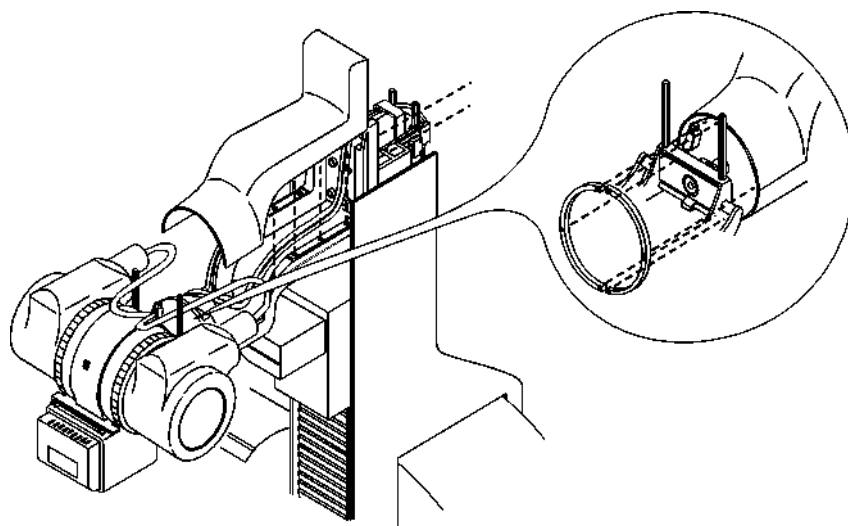
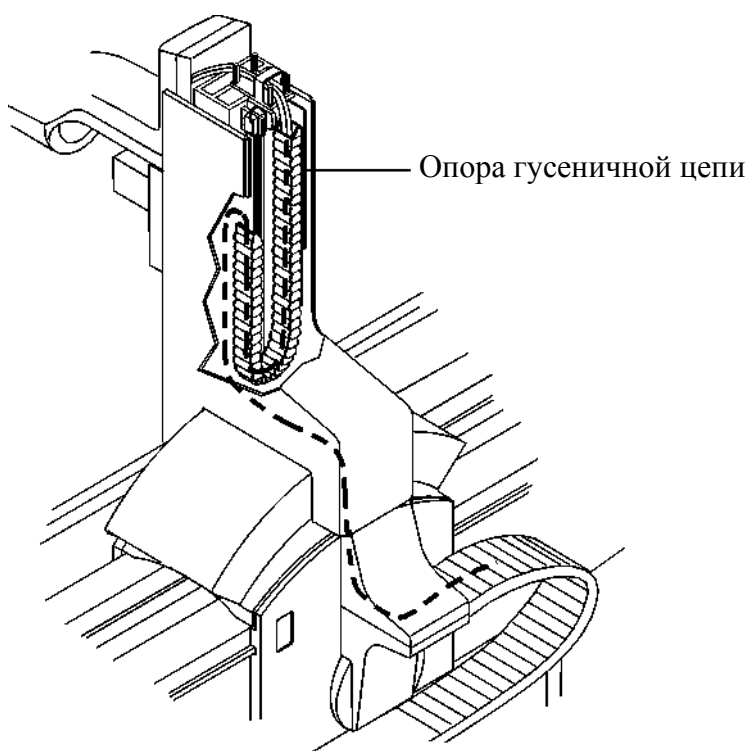

Рис.3-19.
Рис.3-20
5. Как только размещение кабелей внутри кронштейна рентген трубки завершено и проверено его функционирование при вращении рентгеновской трубки, переходите к монтажированию верхнего кожуха кронштейна (Рис.3-19 - 4 винта заранее установлены на штативе + 8 винтов на кронштейне). Для завершения этой операции необходимо включить команду с панели управления ЭСУ - для увеличения расстояния - фокус/приёмник, убрать справа гусеничную цепь и ее опору (Рис.3-20) получая доступ к фиксирующим винтам на колонне.
6. Скрепите верхний кожух кронштейна трубки с самим кронштейном двумя передними полукольцами (Рис.3-19).
8. Закройте и установите обратно гусеничную цепь на ее опоры, а затем на колонну, кабели должны выходить из неё с левой стороны и быть проложены позади гусеничной цепи (Рис.3-20).